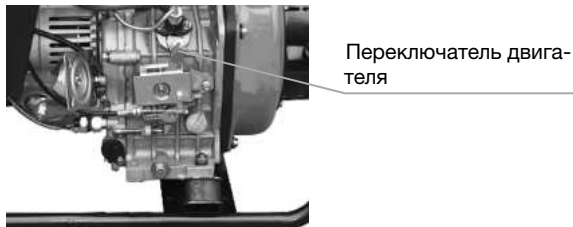

Рис. 5.1
- Перевести переключатель двигателя в положение «RUN» (Рис. 5.1).
1. Перевести переключатель двигателя в положение «RUN» (Рис. 5.1).